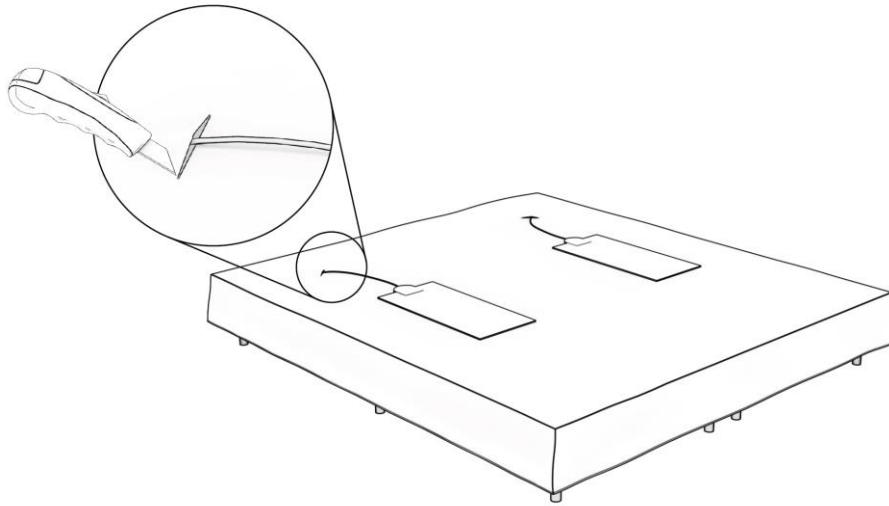

Abbildung 4: Positionierung der Heizelemente und Schlitz für die Kabel in den Bezug schneiden
Schritt 4. Positionieren Sie die Heizelemente auf dem unteren Teil des Bezuges, wie in Abbildung 4 dargestellt. Es gibt zwei Varianten eines unteren Bezuges. Eine hat vorgestanzte Löcher im Boden des Bezuges, durch die die Kabel der Heizelemente geführt werden können. Bei der anderen Variante muss man mit einem Stanley-Messer selbst Schlitz in den Boden des Bezuges, an den in Abbildung 4 gezeigten Stellen, anbringen und die Heizelementkabel durch diese Schlitz im Bezug und durch die Löcher in den Bodenplatten führen.